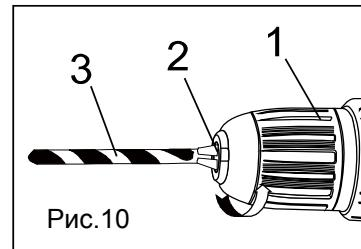

Рис.10
**Установка оснастки (рис.10)**